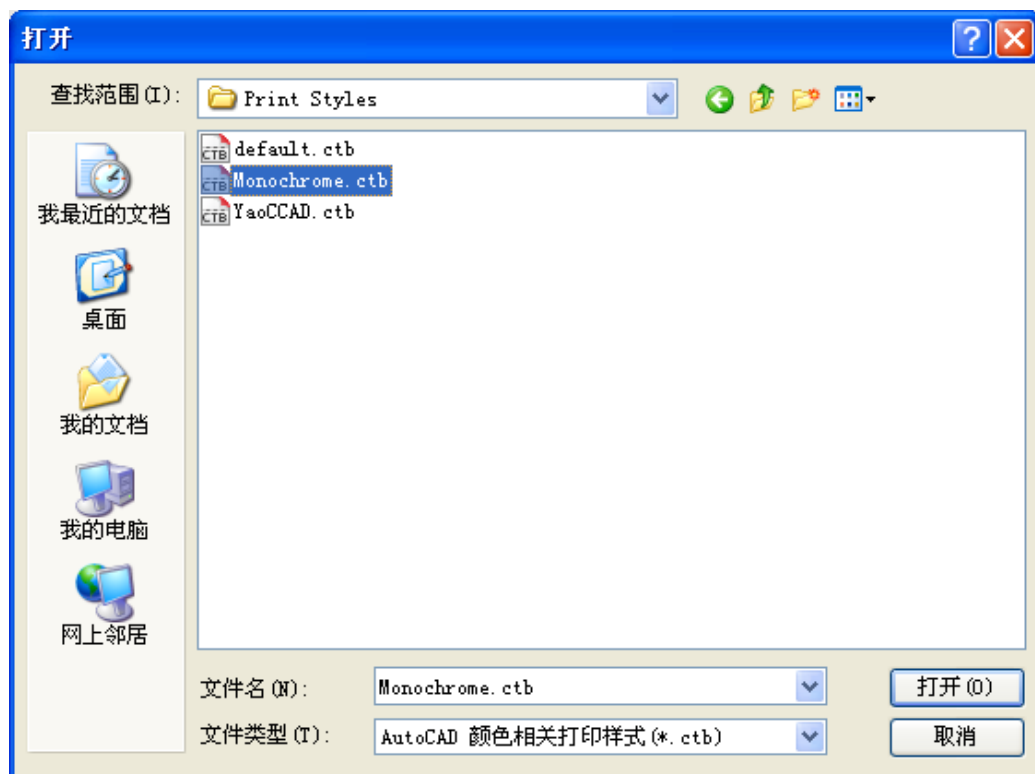

图 6.5.2 打开打印样式表
1. 使用打印样式文件：选择是否按打印样式表打印图纸。点击“选择”按钮，选择打印样式表文件。如图 6.5.2 所示。